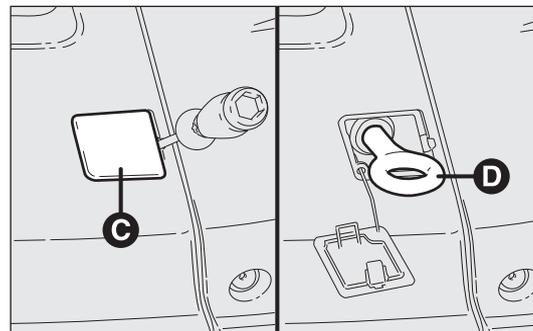

Abb. 208
- den mitgelieferten Schraubenzieher aus dem Fach entfernen und, indem man am angegebenen Punkt eine Hebewirkung ausübt, den Deckel C – Abb. 208 anheben;
- Den Abschleppring D aus dem Fach nehmen und auf dem Gewindestift Abb. 208 einschrauben.